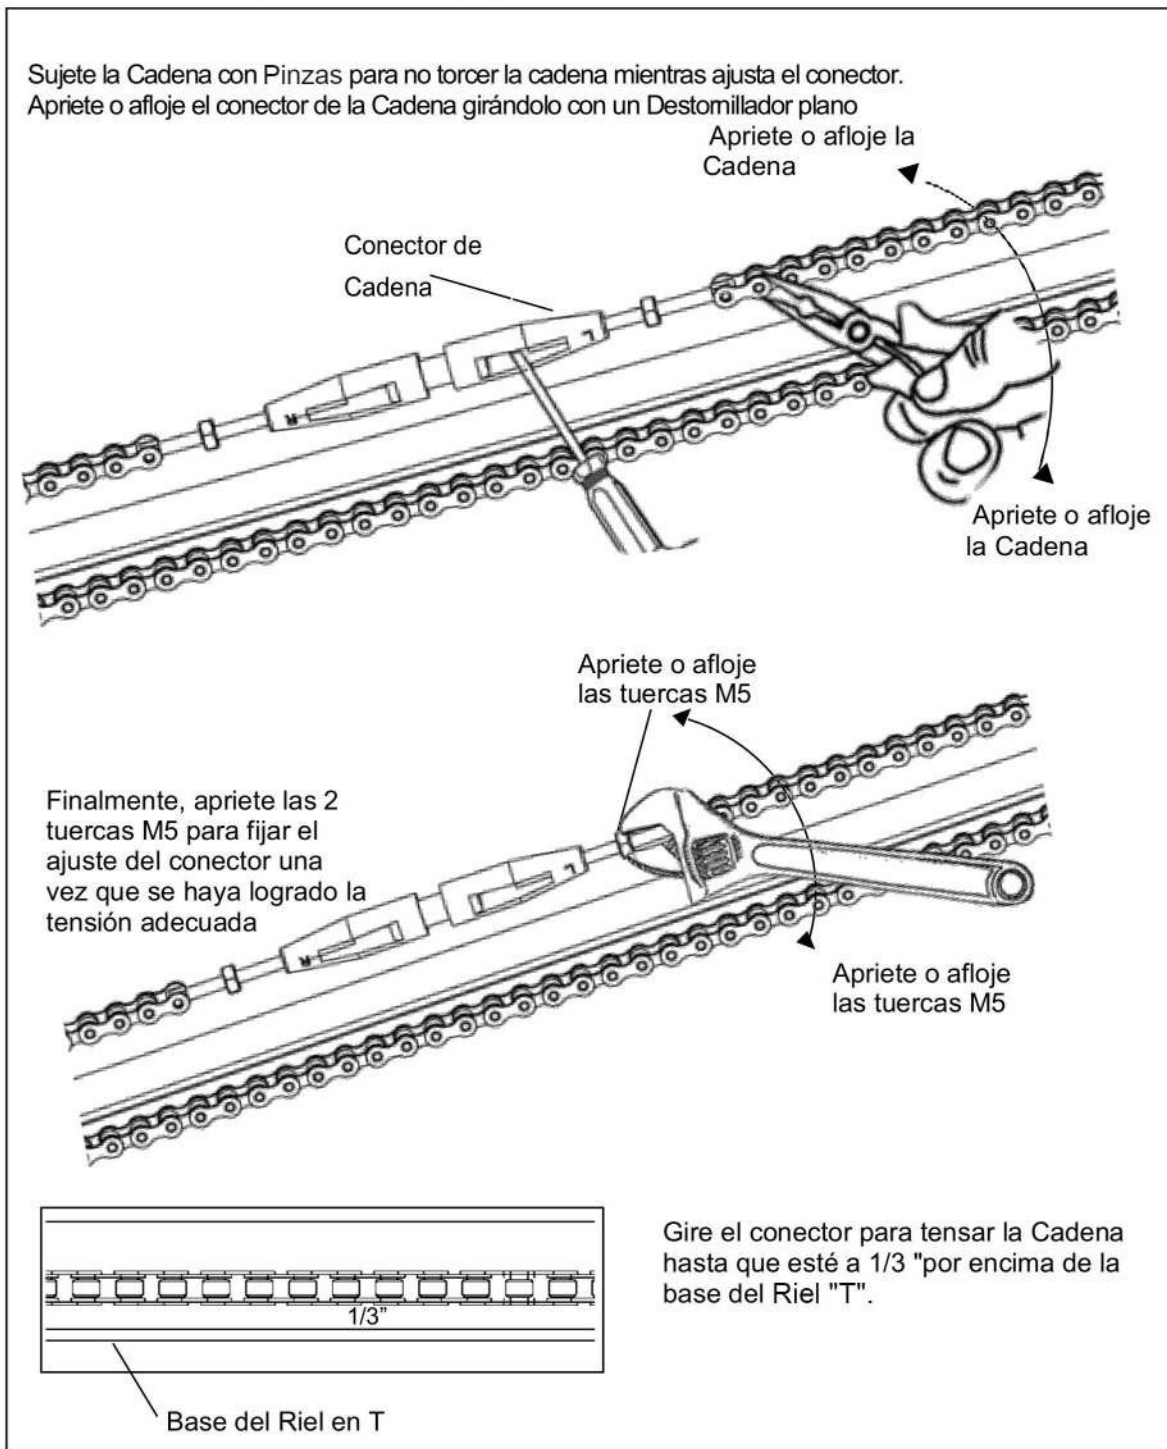

Fig.30
5.15.-Tensado de Cadena para Riel "T" (Fig.30).